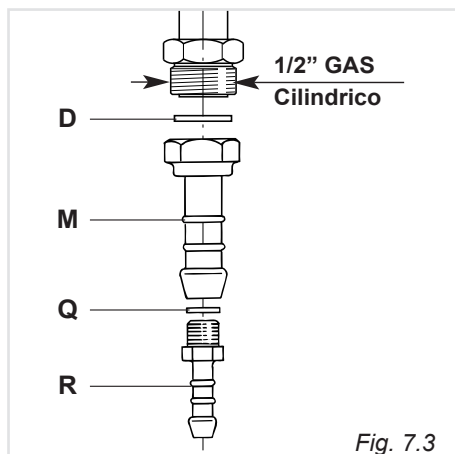
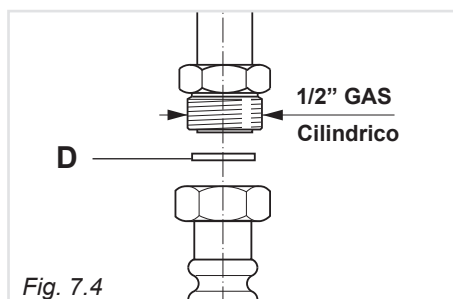

Fig. 7.3
Fig. 7.4
Il gruppo di raccordo (fig. 7.3) si compone di:
- Montare il raccordo portagomma "M" interponendo la guarnizione di tenuta "D" (fig. 7.3).
- Montare sul portagomma "M" la riduzione "R" con interposta la guarnizione "Q" (fig. 7.3).
Per effettuare il collegamento gas è necessario togliere il portagomma "M" (fig. 7.3) ed avvitare direttamente sulla rampa il terminale del tubo metallico interponendo la guarnizione "D" (fig. 7.4).